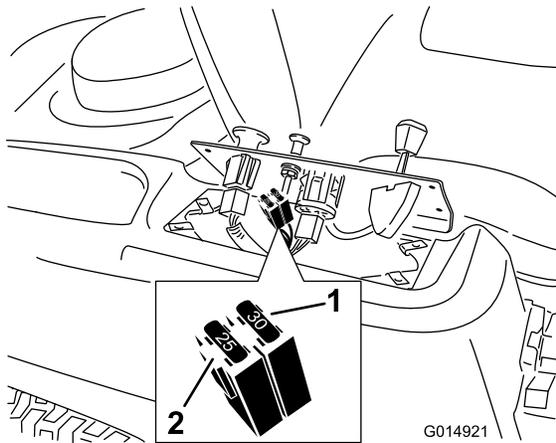

Figura 46
2. Levante el panel de control para tener acceso al arnés de cables principal y al bloque de fusibles (Figura 46).
3. Para cambiar un fusible, tire del mismo para retirarlo (Figura 46).